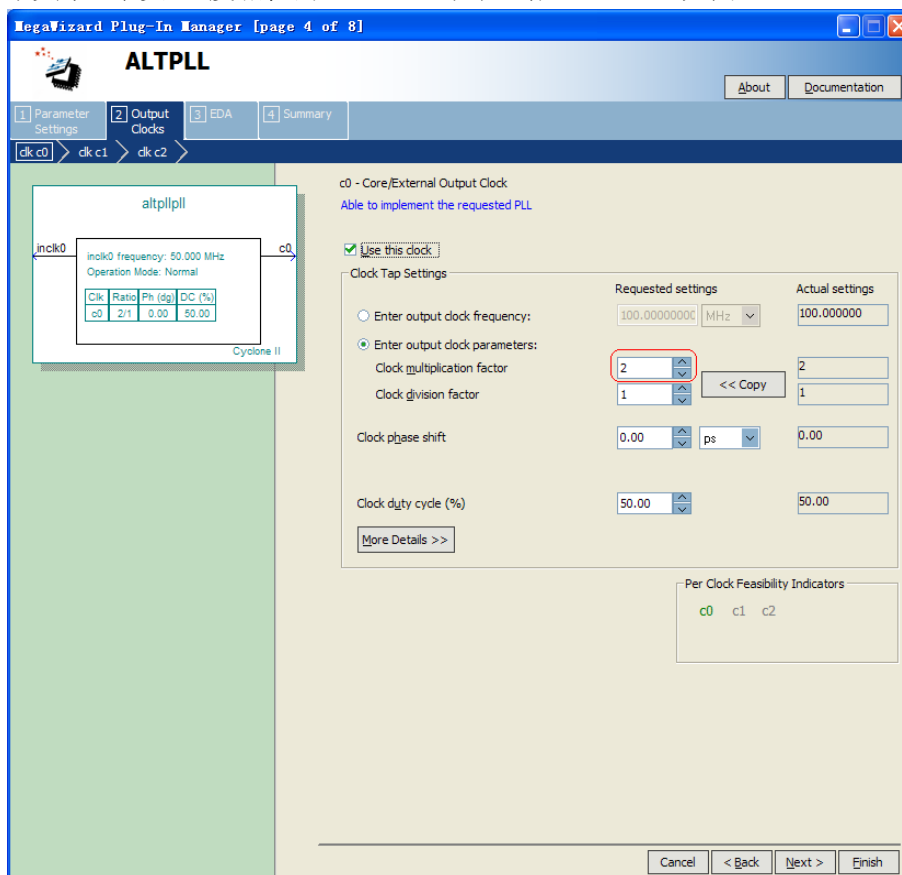
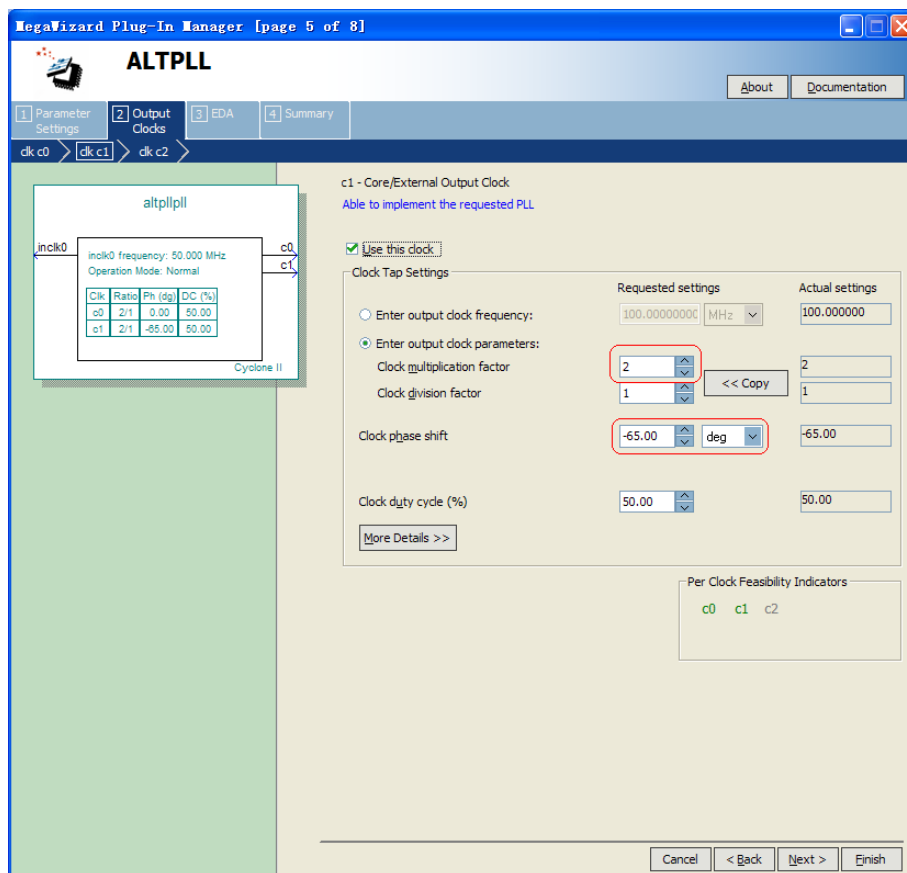

图 10-7 ALTPLL 设置第四页
图 10-8 ALTPLL 设置第五页
13. 来到第一个输出时钟的设置，倍频选 2，即给系统时钟 100MHz，如图 10-7。第二个输出时钟设为一个负 65 度相位的 100MHz 时钟，给 SDRAM，如图 10-8。